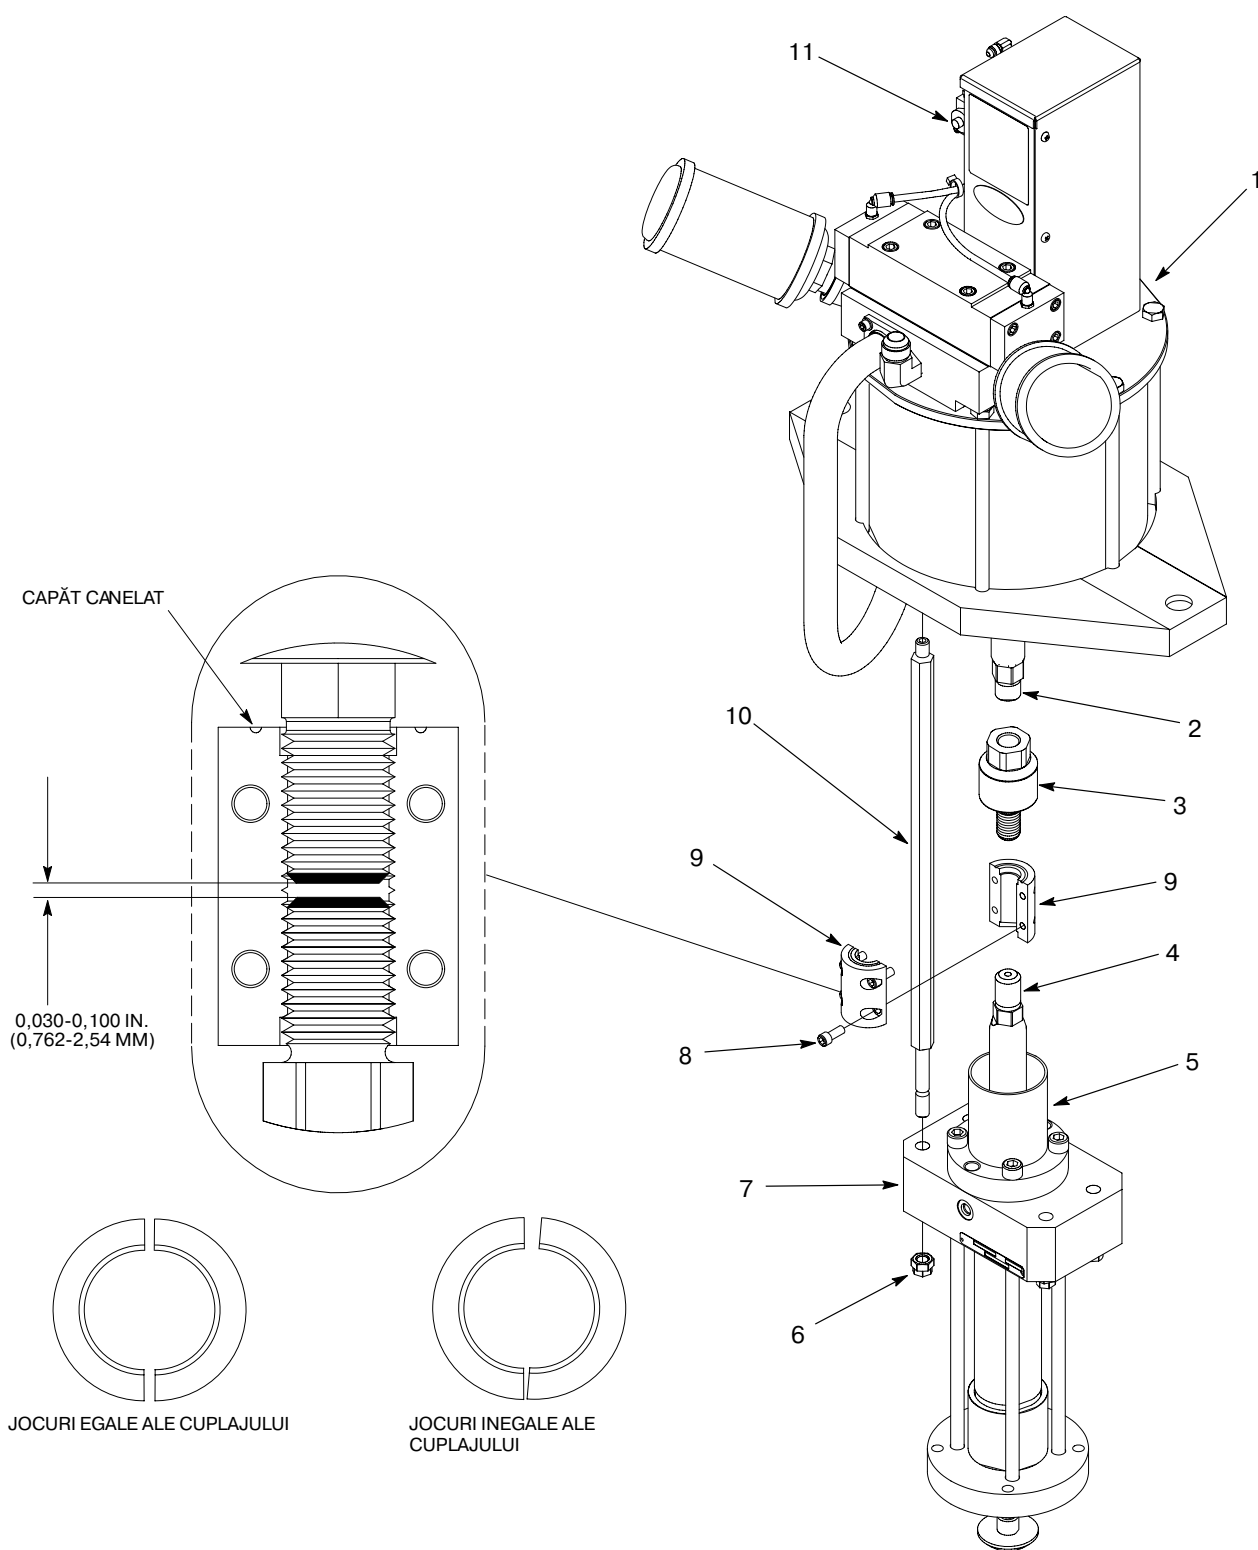

Figura 14 Asamblarea pompei
1. A se vedea Figura 14. Aplicați adeziv threadlock pe filetele tată de pe arborele motorului pneumatic (2). Montați arborele de cuplare flotant (3) pe arborele motorului pneumatic și strângeți la 200-220 ft-lb (272-298 N•m).
2. Montați tijele de conectare (10) la motorul pneumatic (1) și strângeți la 60-65 ft-lb (81,5-88 N•m).
3. Montați secțiunea hidraulică (7) pe tijele de conectare (10) cu ajutorul piulițelor (6). Strângeți piulițele la 60-65 ft-lb (81,5-88 N•m).
4. Montați camera de solvent (5) pe secțiunea hidraulică (7).